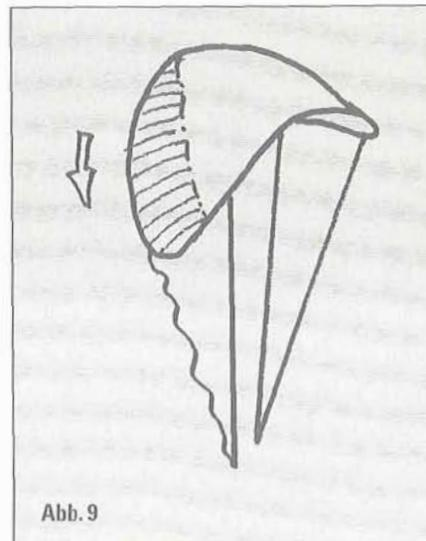

Abb. 9
- Das einseitige, diagonale Einklappen (vgl. Abb. 9). Dabei klappt der Schirm über die Ecke mehr oder weniger weit ein und hat insbesondere bei anspruchsvolleren (höher-